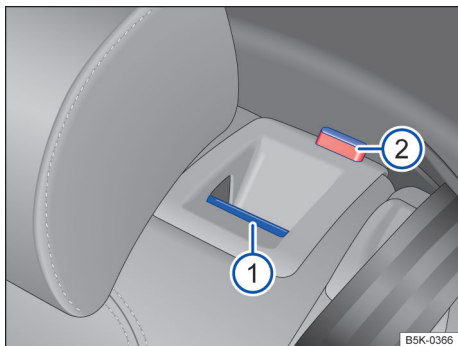

Fig. 67 No encosto do banco traseiro: botão de desbloqueio ❶, marcação vermelha ❷.
- Puxar o botão de destravamento → Fig. 67 ❶ para frente e, ao mesmo tempo, rebater o encosto do banco traseiro para frente.
- A respectiva parte de encosto do banco traseiro estará destravada quando a marcação vermelha → Fig. 67 ❷ estiver visível.
- A marcação vermelha → Fig. 67 ❷ não pode mais estar visível.